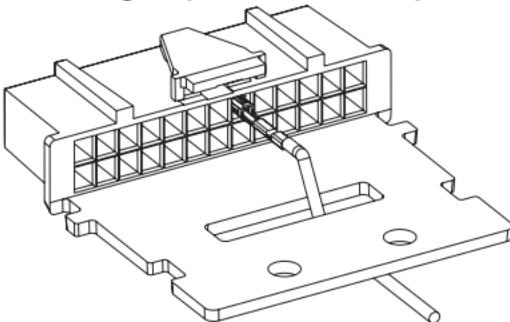

Figure 2a. Réducteur de tension du fil
- Amenez le fil à la borne de contact par le biais du connecteur comme indiqué à la *Figure 2a*, ou pour les applications avec plusieurs accessoires connectés à la radio mobile, amenez les fils comme indiqué à la *Figure 2b* et sécurisez avec un collier de serrage après avoir complété l'étape 3.